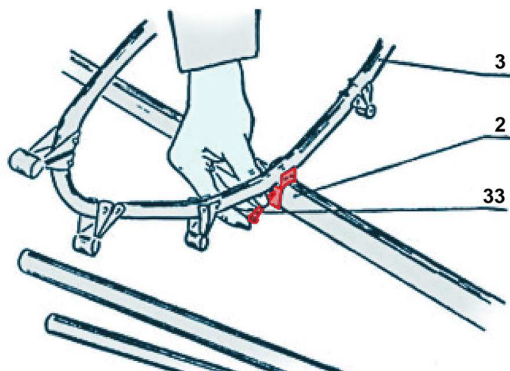

Рисунок 3
2. Установите шпангоут № 1 (самый маленький без спинки) на блок штевня 2, зафиксировав нижнюю скобу шпангоута шарниром 33. (рис.3)